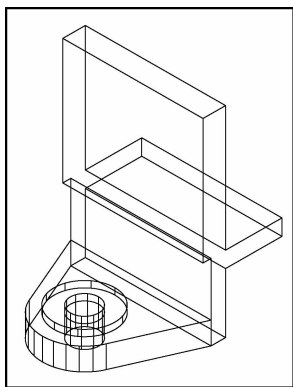

图 11-53 拉伸底盘圆柱并差集处理
(3)绘制底盘的圆柱并进行拉伸,拉伸高度为 8,并与底盘进行差集处理,如图 11-53 所示。